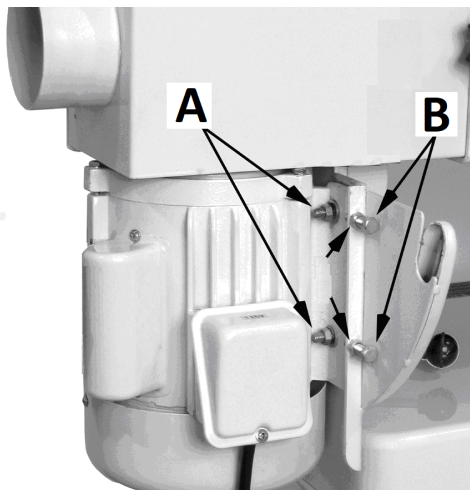

Fig 15
Desserrer légèrement le blocage du moteur (A, Fig 15) et changer l'alignement de la bande avec les boulons de réglage (B).